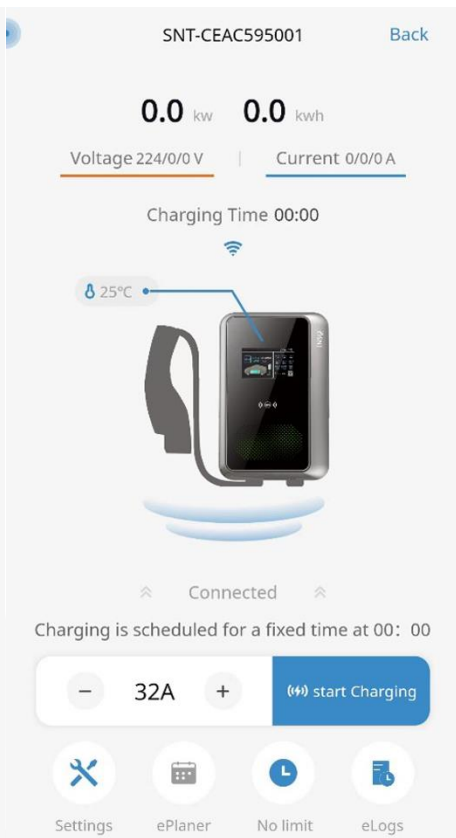

рис.21
- Остановить зарядку: вы можете нажать кнопку «Остановить зарядку», чтобы остановить зарядку, как показано на рис.21;